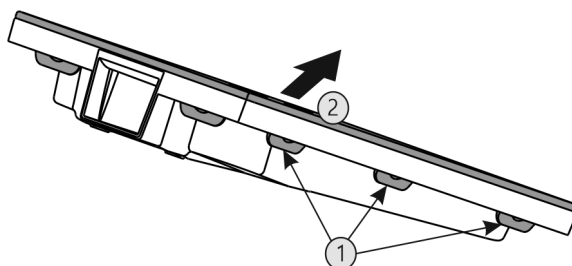

Fig. 72
- ▶ Stlačte za sebou všechny západky Fig. 72 (1) a sejměte kryt Fig. 72 (2).